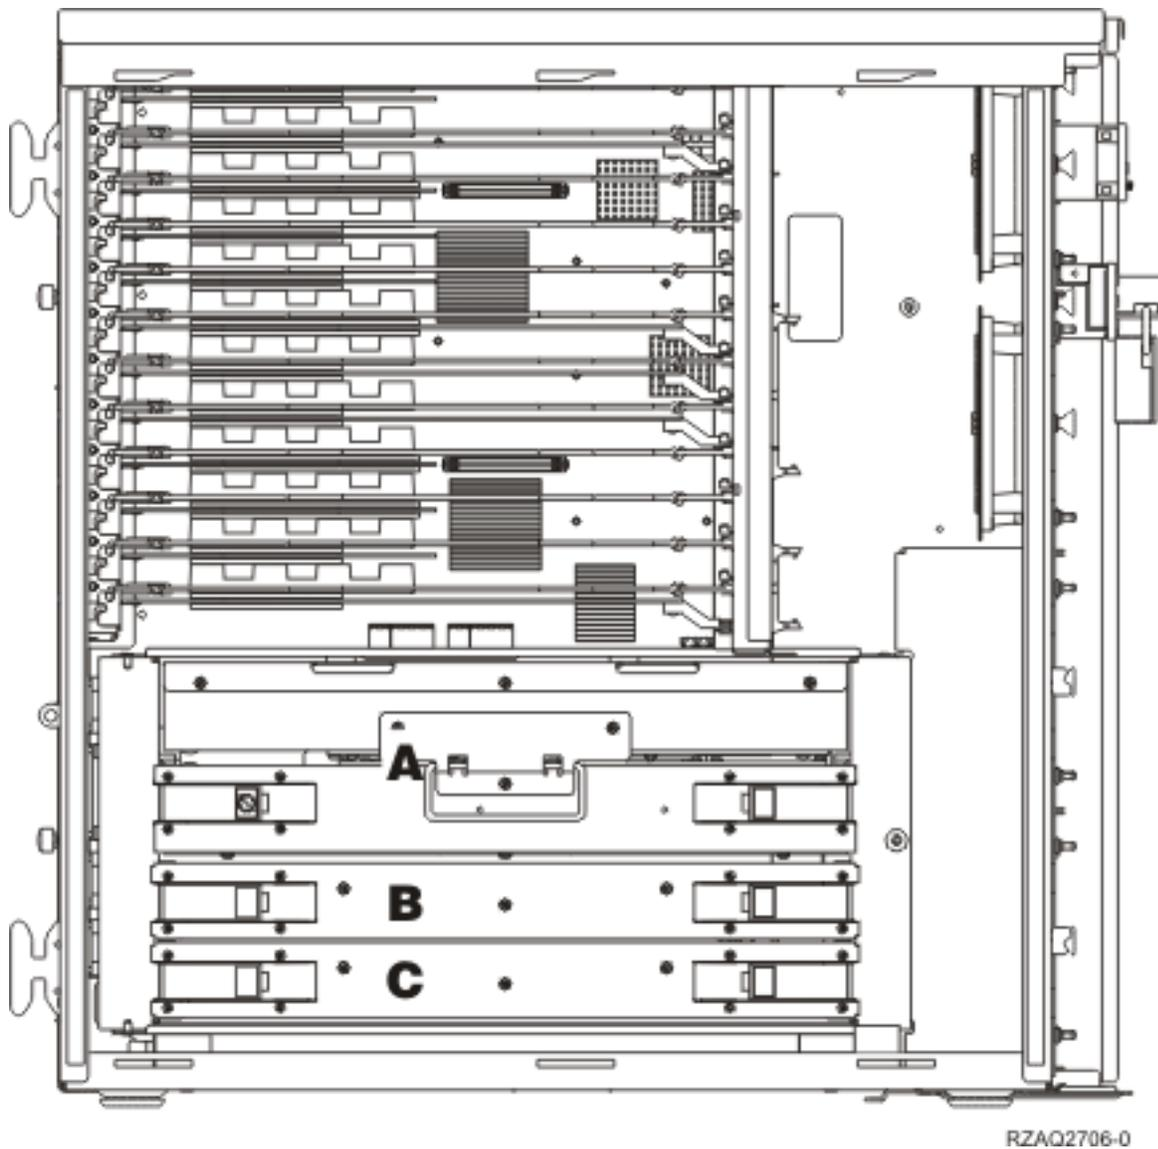

Figura 5. Localização de conjuntos de placas na unidade do sistema 820
- \_\_ 13. A **Figura 5 na página 7** indica a localização dos conjuntos de placas 2884 **B**, **C** e do conjunto de placas do processador **A** num modelo 820.